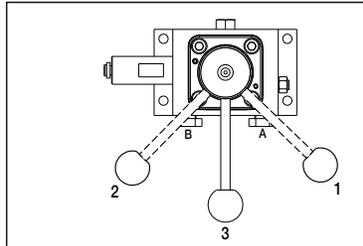

図 8
(図8を参照)
4. バルブハンドルを中立/保持位置(「3」)まで回します(ハンドル位置は図8を参照)。